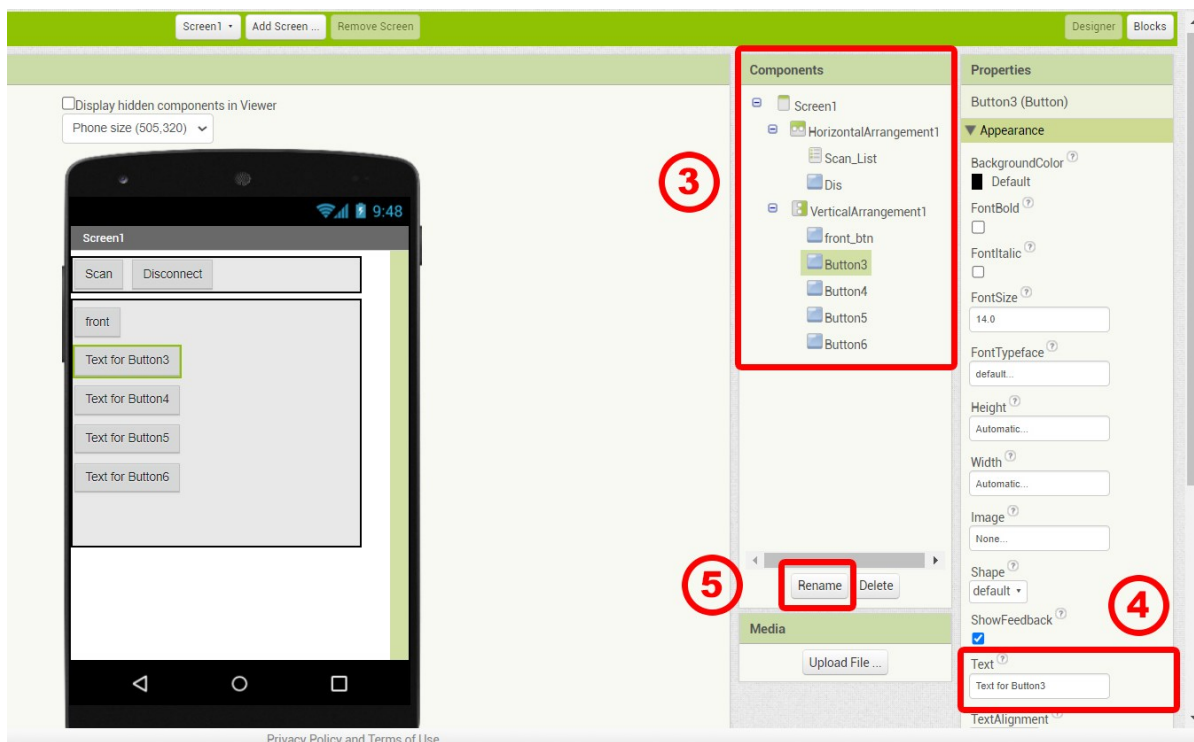
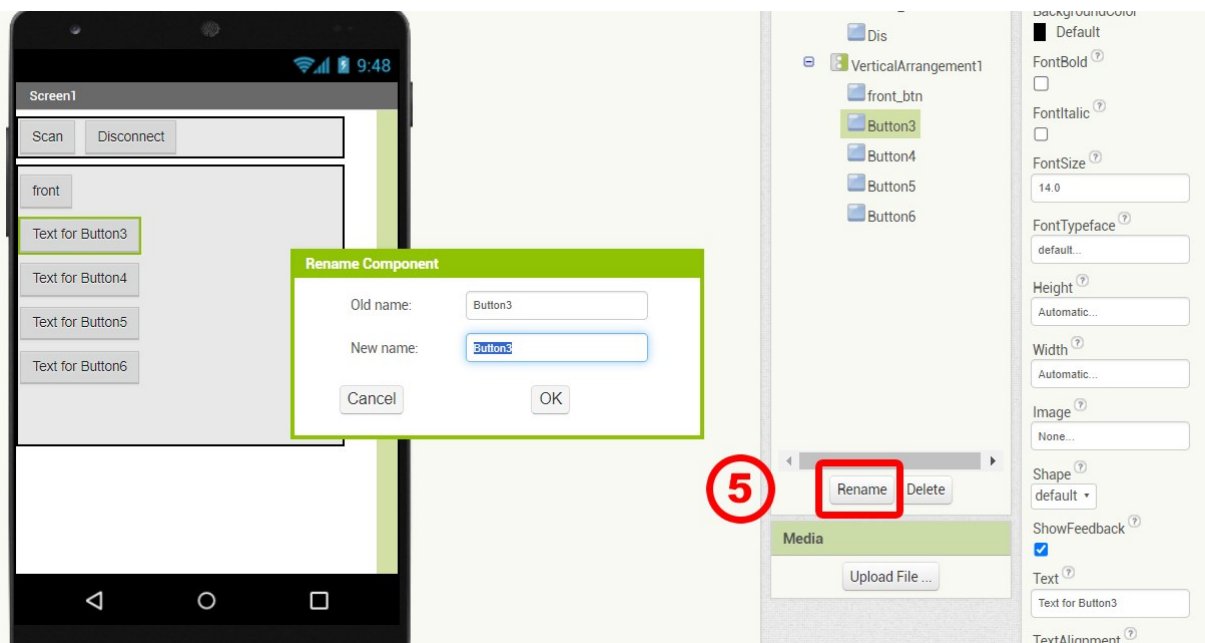

Figura 5: Alterar o conteúdo do texto dos botões
Figura 6: Renomear o componente Button
Para otimizar o aspeto da nossa interface, podemos alterar o nome de cada botão através do separador "Texto" (4) localizado no menu "Propriedades". Para o fazer, temos de seleccionar o item correspondente na lista "Components" (3) (Botão 3 no nosso exemplo) e, em seguida, alterar o nome manualmente (Figura 5).
Outra boa prática é alterar os nomes dos botões. Isto também facilitará a fase de codificação mais tarde. Pode fazê-lo clicando no botão "Renomear" (5) e inserindo o novo nome na caixa de texto "Novo nome" localizada no menu pop-up (Figura 5, Figura 6).